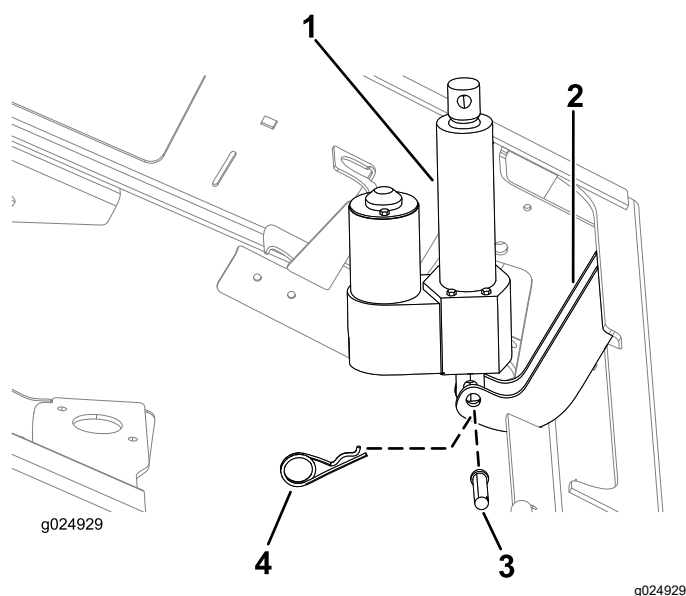

Figura 9
1. Alinhe o furo no ponto de montagem inferior do acionador do elevador com os furos nos suportes montados no chassi (Figura 9).
2. Fixe o acionador do elevador aos suportes montados no chassi com o passador de forquilha (2¼ pol.) e o contrapino (Figura 9).